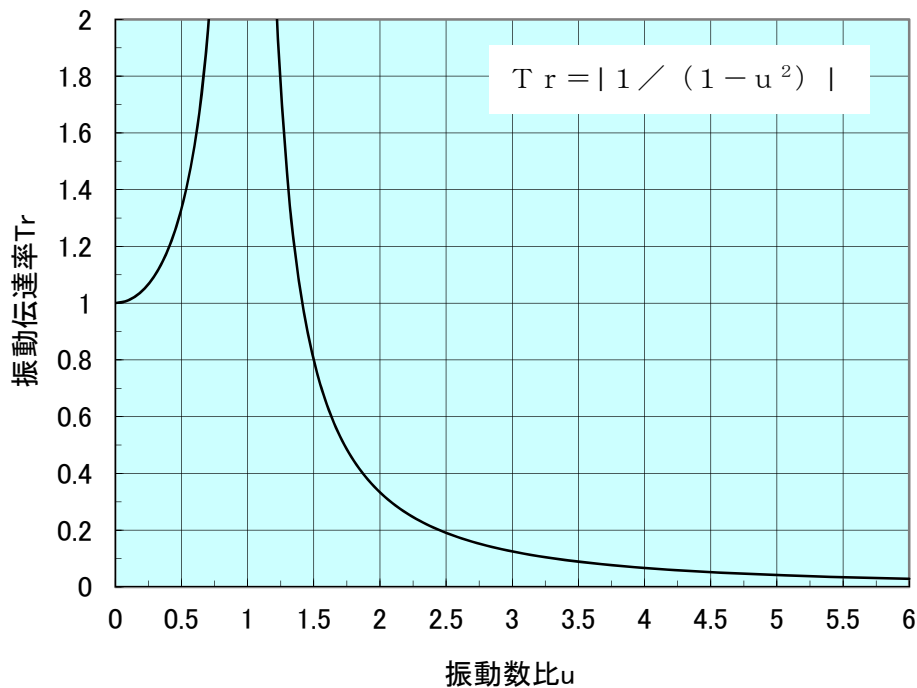

図1
2. 設定した振動伝達率 Tr から振動数比 u を図1より求めます。